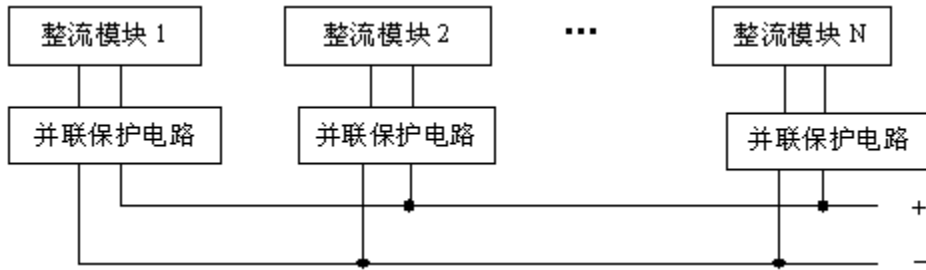

图 1-2 模块并机输出示意图
- 模块并联保护：每个模块内部均有并联保护电路，绝对保证故障模块自动退出系统，而不影响其它模块正常工作。模块并机输出示意图如图 1-2 所示。